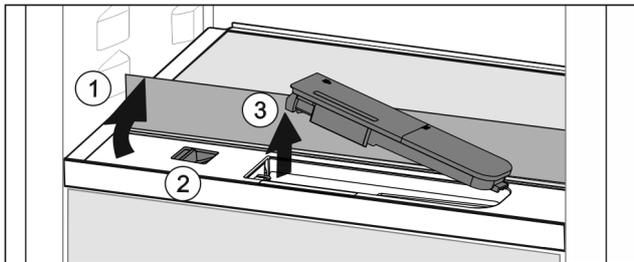

Fig. 119
- ▶ 抬起玻璃隔板，将其向后翻转至止挡 Fig. 119 (1)。
- ▶ 向左推滑块 Fig. 119 (2)。
- ▶ 取出水箱 Fig. 119 (3)。